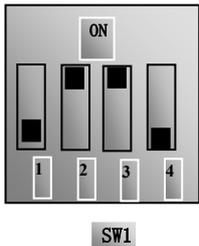
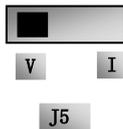

图 5-9
图 5-10
- (4) 对于E2000-P系列变频器控制端子排附近有一个四位红色拨码开关SW1，如图5-9所示。拨码开关选择模拟量输入端子A11、A12输入范围(0~5V/0~10V/0~20mA)；通过F203 选择输入通道，通过F439设置输入信号类型为电压信号还是电流信号。出厂时拨码开关的位置如图5-9，即A11为0~10V输入，A12为0~20mA输入。
- (5) 闭合 D14 开关，电机开始反向运转；
- (6) 在运行中，可调节设定电位器，修改变频器当前设定频率；
- (7) 在运行中，断开 D14 开关，再闭合 D16 开关，电机运行方向改变；
- (8) 断开 D14 开关和 D16 开关，电机减速，直到停止运行；
- (9) 断开空气开关，变频器断电。
- (10) E2000-P 有两路模拟量输出端子 A01、A02，A02 端子只可以输出电流信号；A01 端子既可以输出电压信号也可以输出电流信号，电压电流输出选择开关是 J5，见图 5-10，A0 输出关系如表 5-3、5-4；